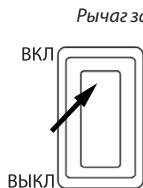

Рис. 13
2. Переведите выключатель зажигания в положение **«Вкл»** (Рис. 13).